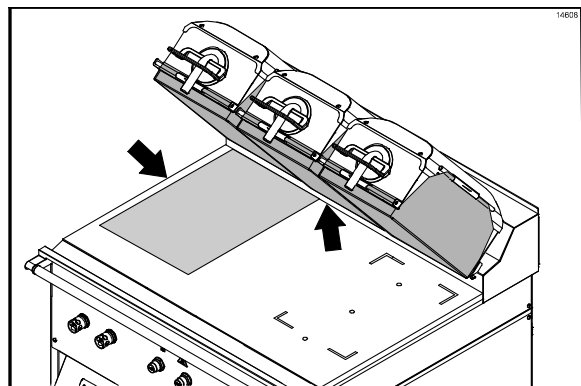

图 74
49. 让下煎板铁弗龙不粘模的窄侧面向煎炉背面，放好不粘模，使其位于距离每侧端部大约一英寸的位置。将不粘模的后边缘与煎炉的后部挡油板及侧边对齐。（请见图 74）